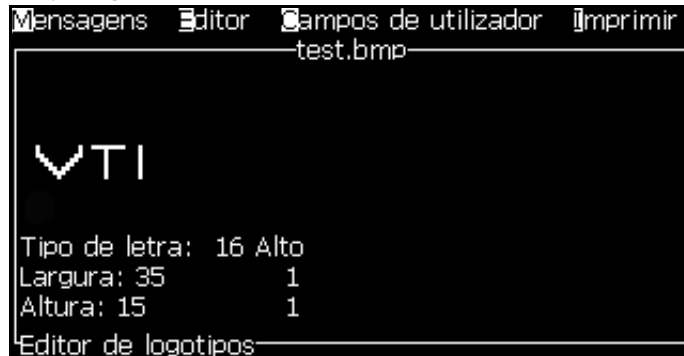

Figura 5-62: Logotipo na tela Menu
- 10 Pressione a tecla *Enter* e o logotipo aparece na tela Menu (veja Figura 5-62).